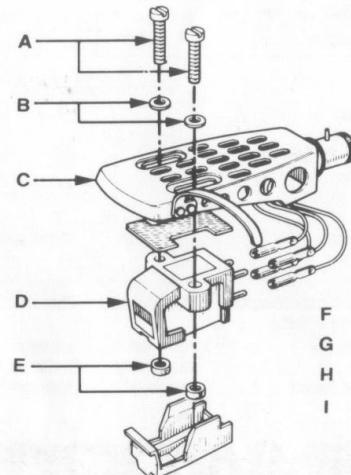

Fig. 7
- En vous reportant à la figure 7, monter la cellule de votre choix en maintenant les deux vis légèrement serrées de façon à ce que la cellule puisse se déplacer d'avant en arrière, à la demande. Utiliser des vis de longueur appropriées.
1. Die vier Steckerhülsen des Tonkopfes gemäß Fig. 7 auf die Steckerstifte des Tonabnehmersystems schieben.
1. Monteert het element zoals in fig. 7 maar draai de beide Schroefjes nog niet helemaal vast, zodat het element nog verschuifbaar is. Gebruik boutjes van voldoende lengte.
1. Montera valfri pickup enligt fig. 7 men dra ännu ej åt fästskruvarna. Använd skruvar med passande längd.